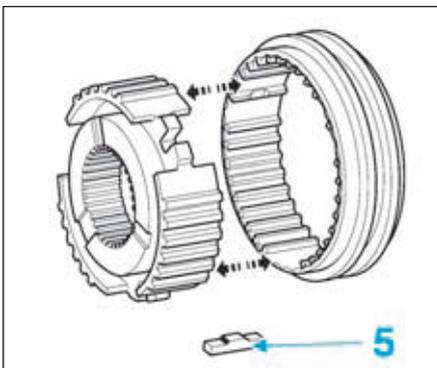

FIG.20
• Vérifier (Fig.20) :
- le bon état des clavettes (5).